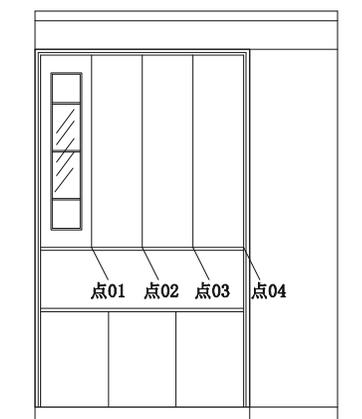

图 8-1-77
**STEP 11** 使用删除命令 ERASE 将第 (10) 步中偏移后的中线删除, 并使用绘制直线命令 LINE 绘制如图 8-1-77 所示的斜线以示玻璃。
**STEP 12** 使用复制命令 COPY 将如图 8-1-77 所示中的矩形和矩形内的部分进行多重复制，如图 8-1-78 所示，其具体操作步骤如下：
选择对象：指定对角点：找到 2 个 // 框选如图 8-1-77 所示中矩形和矩形内的部分
// 按 F3 键打开捕捉功能，单击如图 8-1-77 所示的点 01，单击点 02